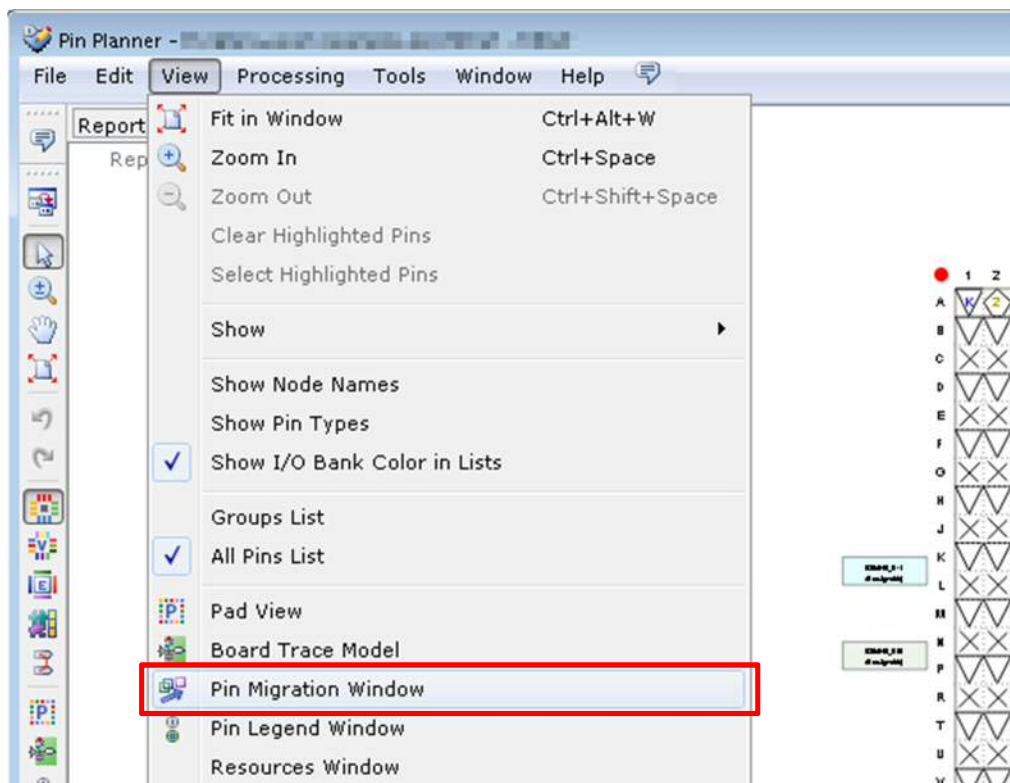

図4-2 View メニュー (Pin Planner)
7. Pin Planner 内の View メニュー ⇒ Pin Migration Window を選択し(図 4-2)、Pin Migration View ウィンドウを起動させます。